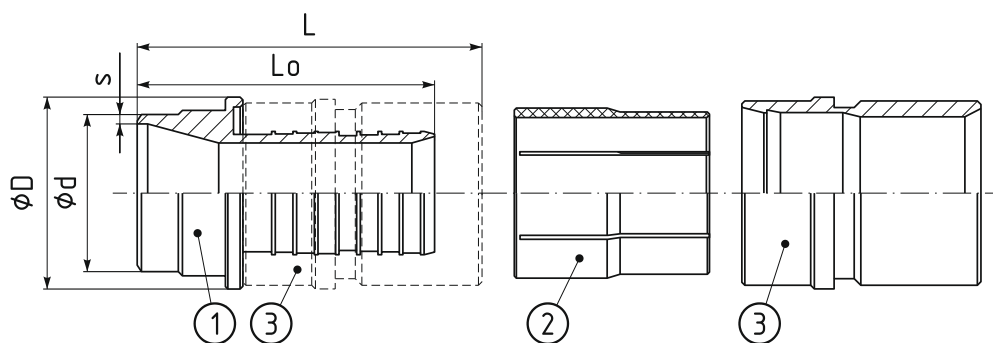

Рис. 2.2.3. Пресс-фитинг с ПВ под сварку
- пресс-фитинг с ПВ под сваркой (поставляется в комплекте с гильзой и втулкой полимерной) – см. рис. 2.2.3.